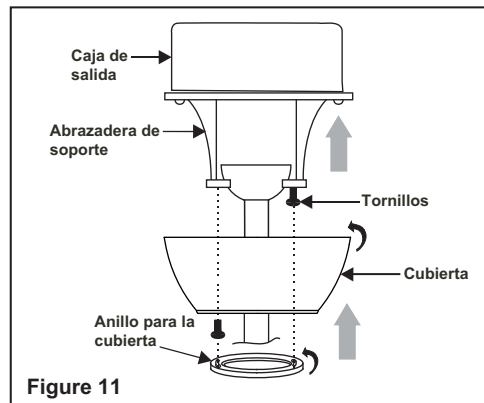

Figure 11
Paso 2. Deslice la cubierta hacia arriba hacia el soporte de montaje y coloque el agujero de posición de la cubierta sobre el tornillo del soporte de montaje, gire la cubierta hasta que quede encajada en su lugar en la sección estrecha de los agujeros de posición. (Fig. 11)